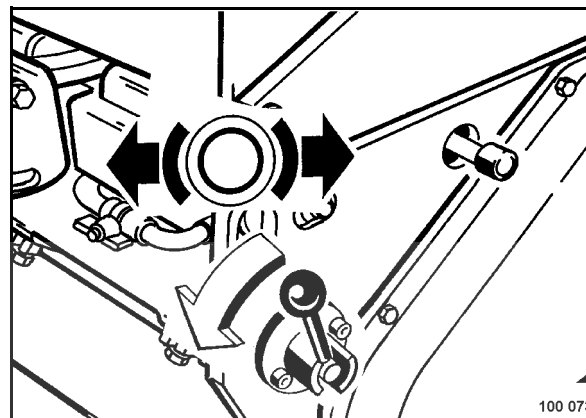

fig. 35
- Retirer le levier de commande (fig. 35) et l'engranger vers la gauche sur le symbole "Frein de parking desserré".